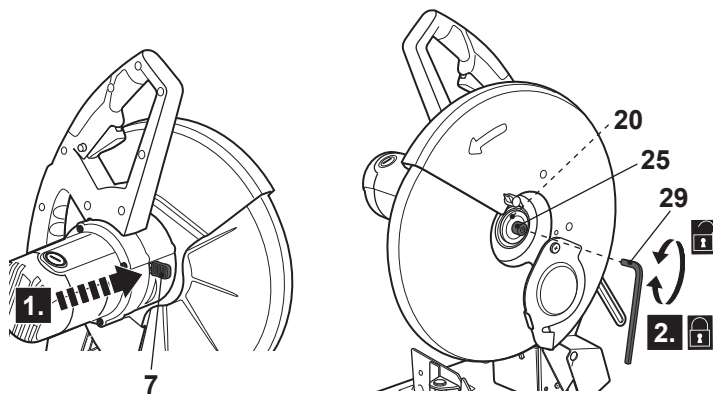

Fig. 14
> Aperte o perno de bloqueio (25) rodando-o para a direita no veio (20) com a chave sextavada (29) (Fig. 14). Depois, solte o botão de bloqueio do veio (7).